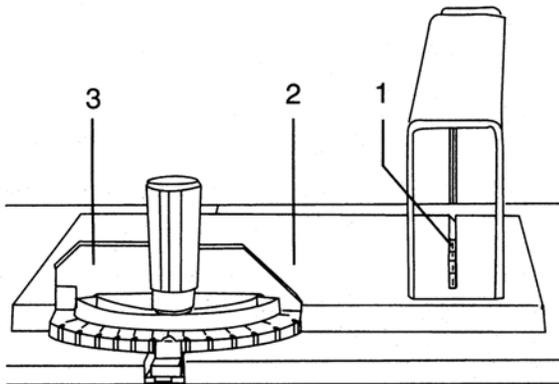

Fig. 28
2. Ajuste la altura del disco (1) para que esté aproximadamente 1/8" por encima del borde superior de la pieza de trabajo (Fig. 28).
5. Mientras sujeta la pieza de trabajo (2) contra la cara plana del calibrador y sujetándola plana sobre la mesa, empújela lentamente a través de la sierra.